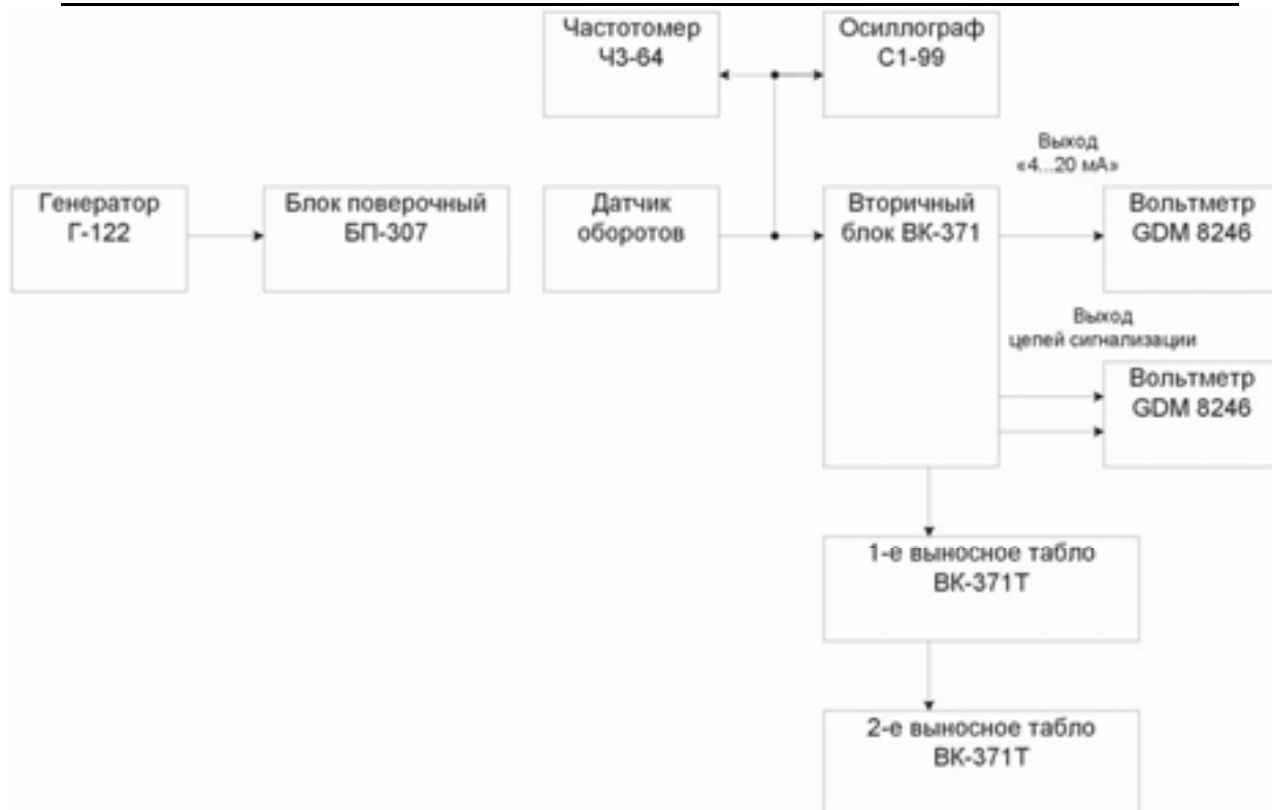

Рис.17. Блок схема подключения средств измерений и оборудования для поверки тахометра ВК-307.
- собрать схему согласно рис.17;
4.6.2. Подключить блок поверочный БП-307 и контрольно измерительное оборудование в соответствии с рис. 17.
4.7.2. Подключить поверочный блок БП-307 и контрольно измерительное оборудование в соответствии с рис. 17.